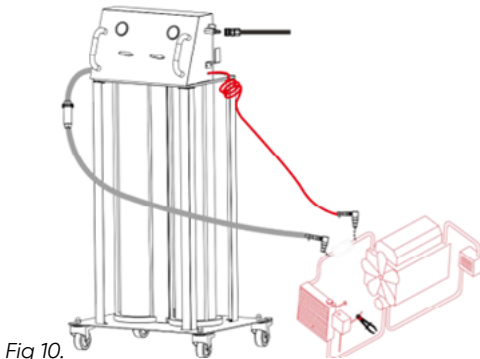

Fig 10.
1. Desconecte la manguera superior, seleccione mangueras y adaptadores escalonados del tamaño adecuado, conectelos a las mangueras del vehiculo. Conecte la manguera de fluido usado (transparente) al lado del radiador y conecte la manguera fluido nuevo (roja) al lado del motor; (Fig. 10)